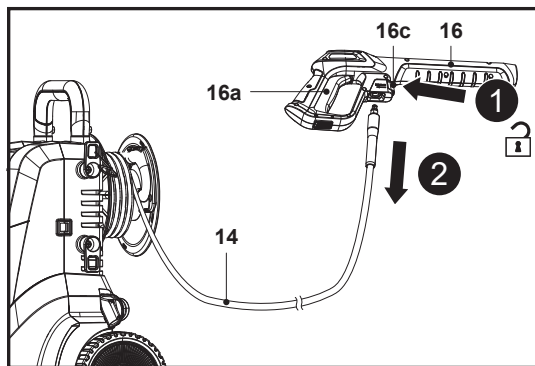

Fig. 8
**ADVERTENCIA: NUNCA HAGA NUDOS EN LA MANGUERA DE PRESIÓN (14) NI LA RETUERZA, YA QUE ESTO PODRÍA CAUSAR DAÑOS.**
3. Para desconectar la manguera de presión (14) de la pistola pulverizadora (16), mantenga presionada la palanca de liberación rápida (16c) contra la manguera de presión (14); a continuación, tire de la manguera de presión (14) para extraerla (Fig. 8, pasos 1 y 2).